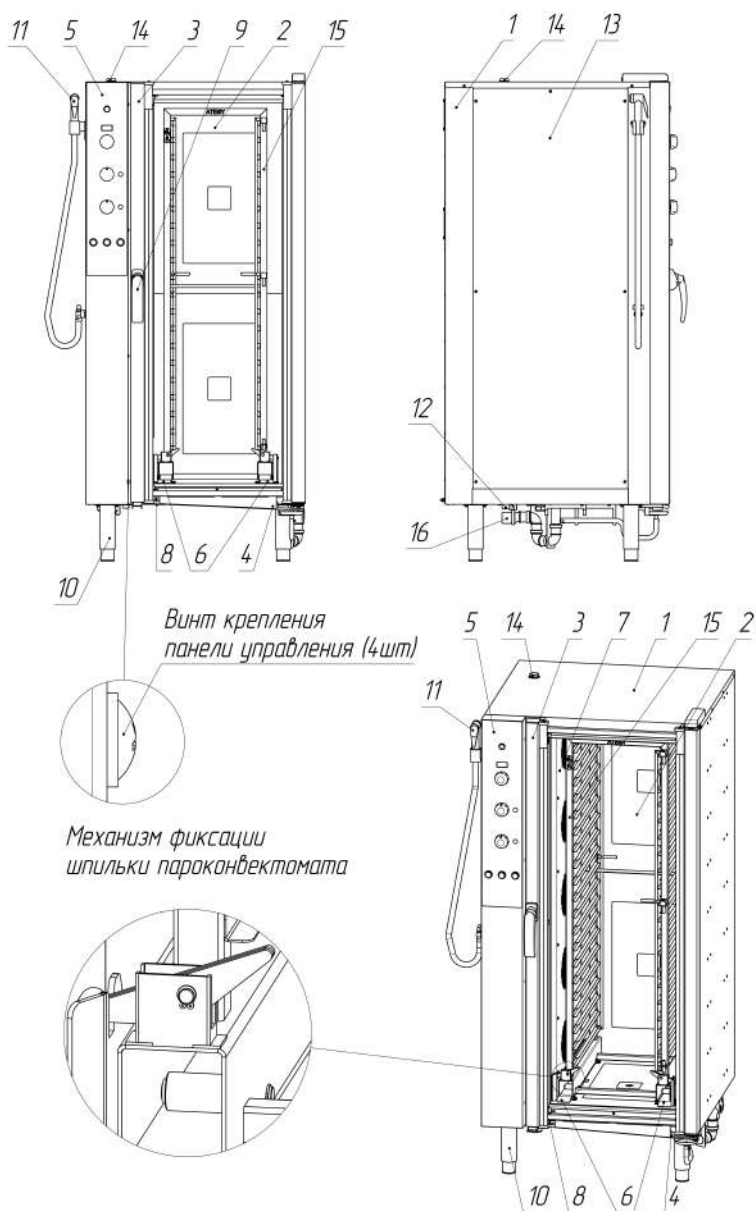

Рис. 1 Общий вид.
- Изделие состоит из корпуса (1) (Рис.1), рабочей камеры (2), закрываемой дверью (3). Под дверью расположен лоток (8) для сбора конденсата. На передней части корпуса расположена панель управления (5). В рабочей камере расположены направляющие (6) для установки шпильки для пароконвектомата производства «АТЕСИ» (15) (в комплект поставки не входит и приобретается отдельно).
- В целях безопасности ТЭНы и вентилятор отделены от рабочей камеры защитной решеткой (7). На решетке также расположен лоток для подачи воды на лопасти вентиляторов и ТЭНы.
- Дверь (3) имеет двойное остекление, внутреннее стекло установлено на шарнирах и может открываться для очистки. Между стеклами двери находится светильник для освещения камеры. Внизу двери установлен лоток (4) для сбора конденсата с
- эксплуатировать без защитной решетки в камере (7)(Рис. 1);
- использовать душирующее устройство (11)(Рис. 1) в целях охлаждения камеры. **При высоких температурах возможна деформация камеры!**
2.11. Вода, которая используется для парообразования, должна быть очищена. Вода подводится к изделию через клапан (12) (Рис.1) с резьбой G3/4. В ней должны отсутствовать механические примеси размером более 0,05 мм. Жесткость воды должна быть не более 5 °dH (199 ppm (мг/л)). Рекомендуется использовать фильтр-систему PURITY C 500 Quell ST производства компании «BRITA». Для определения качества воды рекомендуется использовать кондуктометр HM Digital COM-100.
- дверь (3)(Рис. 1) пароконвектомата должна полностью и свободно открываться;
- съемная панель (13)(Рис. 1) должна быть легкодоступна для технического обслуживания, подключения к электросети;